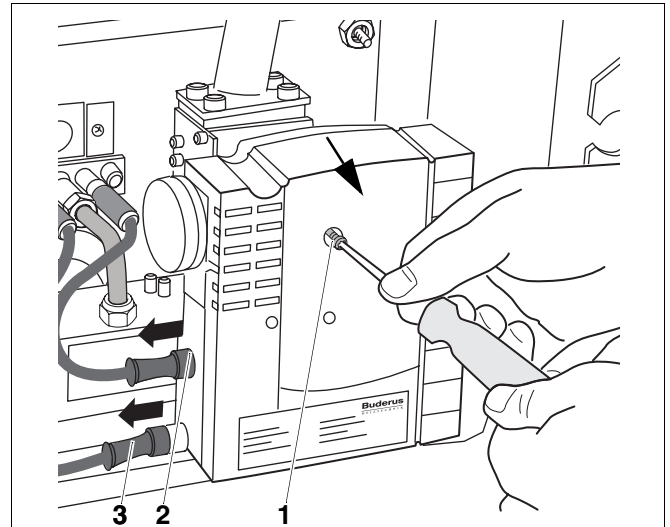

Abb. 39 Befestigungsschraube lösen
- Stecker der Zündung (Abb. 39, **Pos. 3**) und der Ionisationsüberwachung (Abb. 39, **Pos. 2**) am Gasfeuerungsautomaten abziehen.
- Befestigungsschraube (Abb. 39, **Pos. 1**) am Gasfeuerungsautomaten entfernen.
- Gasfeuerungsautomaten von der Gasarmatur nach vorne abziehen (Pfeil, Abb. 39).